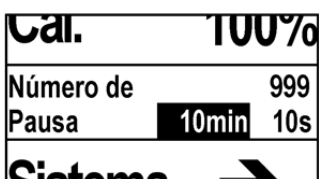

Fig. 44: Menú de ajuste
- ➔ Aparece la indicación Fig. 44